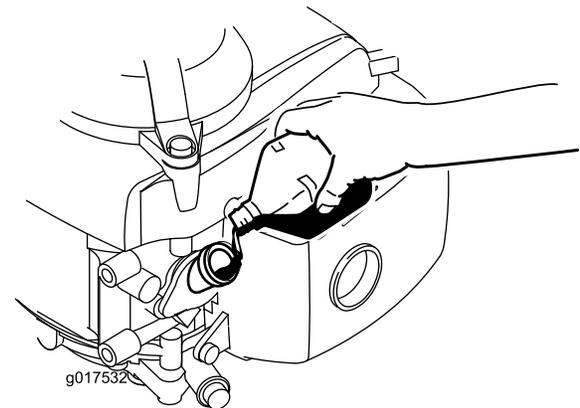

Figura 6
3. Cuidadosamente, deite cerca de $\frac{3}{4}$ da capacidade do motor de óleo para o tubo de enchimento de óleo (Figura 6).